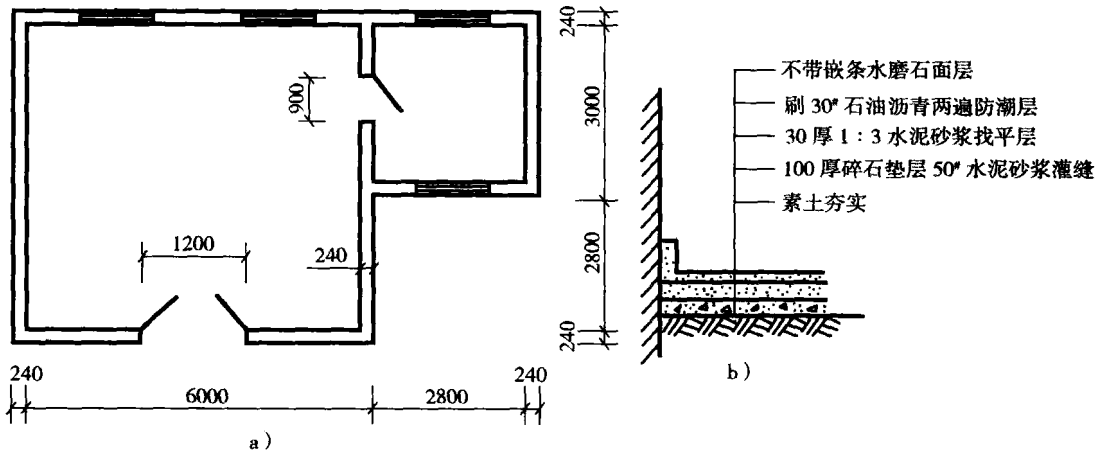

图 1-2 某工程地面施工图
**【例】** 如图 1-2 所示为某工程底层平面图，已知地面为水磨石面层，试求其工程量。